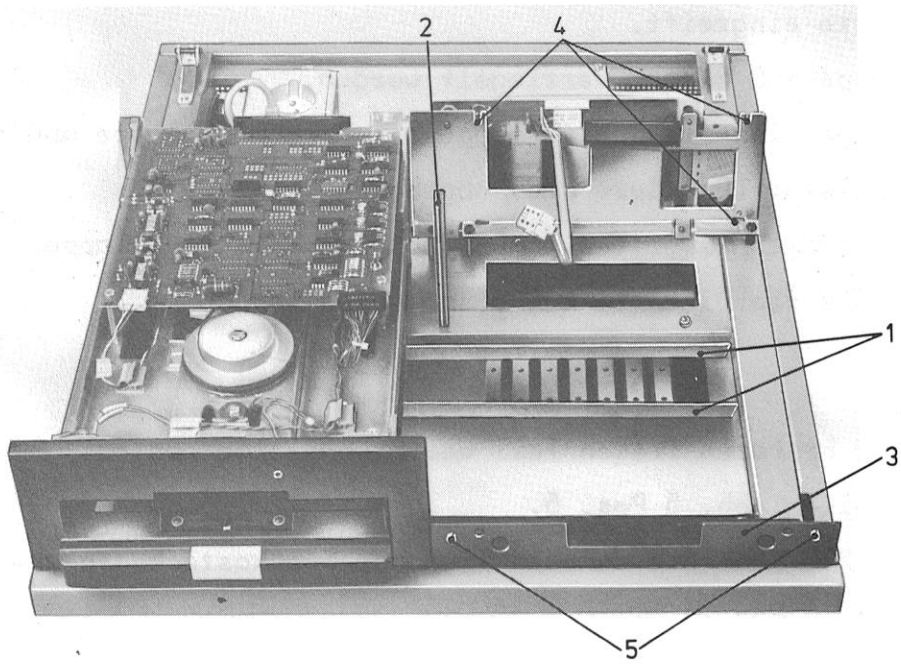
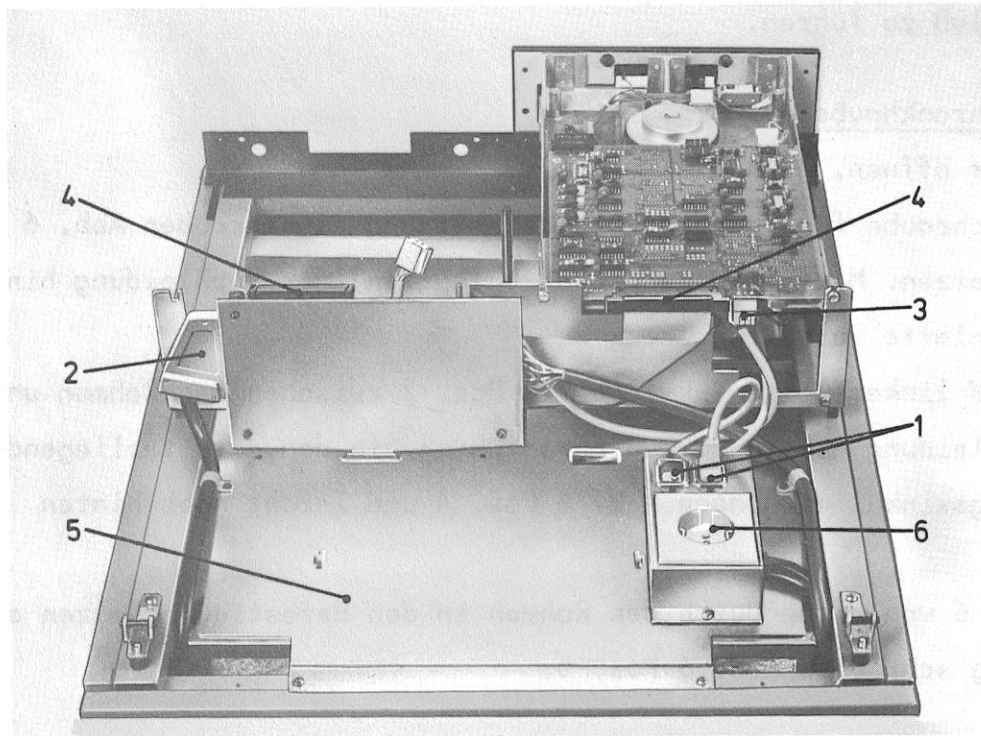

Abb. 4
Abb. 5
siehe Abb. 4 Pos. 1
1.2 Mittelstütze (Sechskantbolzen) einschrauben Abb. 4 Pos. 2
2.2 Erstes Laufwerk ganz links von vorn einschieben. Bevor das Laufwerk eingesetzt wird, DC Kabel vom Verteiler kommend an das Laufwerk stecken. Abb. 5 Pos. 3. Laufwerk an der Vorderplatte Abb. 4 Pos. 3 bündig andrücken und mit drei Sechskantschrauben an der hinteren Befestigungsleiste Abb. 4 Pos. 4 festschrauben. Die zwei Führungsbolzen Abb. 4 Pos. 5 an der Frontplatte müssen gut in die Bohrungen der Vorderplatte der Laufwerke passen.
2.4 220 V Zuleitung der Laufwerke über die Gerätesteckdose auf der Grundplatte anschließen Abb. 5 Pos. 1
2.5 Gerätekabelstecker auf der Verteilerplatte Abb. 5 Pos. 2 auf festen Sitz überprüfen.
2.6 Flachbandkabel, von links nach rechts, der logischen Reihenfolge entsprechend, auf die Steckleisten der Laufwerke aufstecken. Abb. 5 Pos. 4.
- 4.1 Modem auf dem hinteren freien Teil der Grundplatte des Processor stellen Abb. 5 Pos. 5.
- 4.2 Netzanschluß 220 V an die daneben liegende Schukosteckdose anschließen Abb. 5 Pos. 6